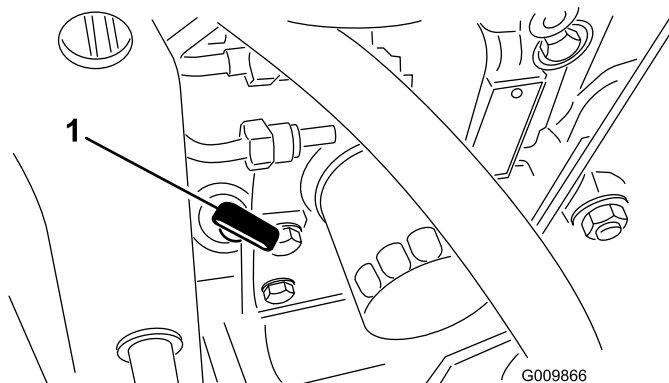

Figure 23
2. Retirez la jauge, essuyez-la sur un chiffon et remettez-la en place (Figure 23) en prenant soin de l'enfoncer au maximum.